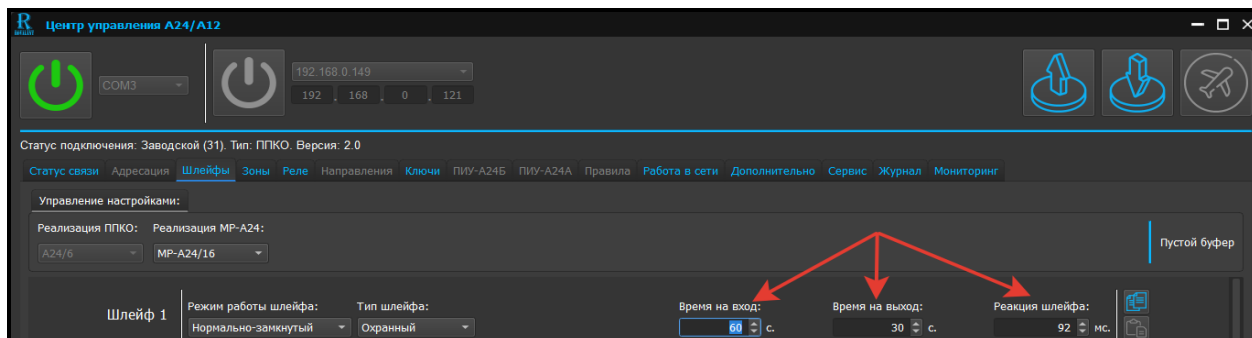

Рис. 19. Скриншот окна редактирования ШС типа «Охранный»
4.1.2.1 Редактирование ШС типа «Охранный» (см. рисунок 19)